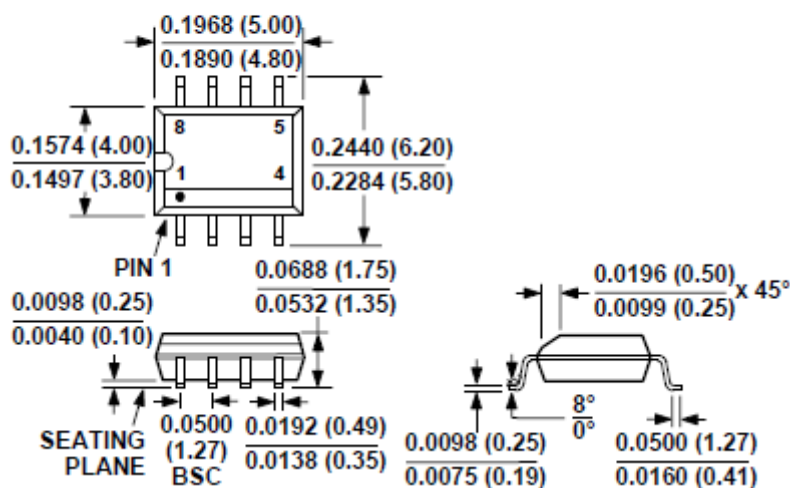

Рис. 93. Чертеж корпуса SO-8
2. Выбрать Tools/IPC Footprint Wizard, нажать Next, выбрать тип корпуса: для AD8561AR – SOIC, и задать параметры корпуса в соответствии с чертежом, представленном на Рис. 93. Параметры корпуса представлены на Рис. 94.